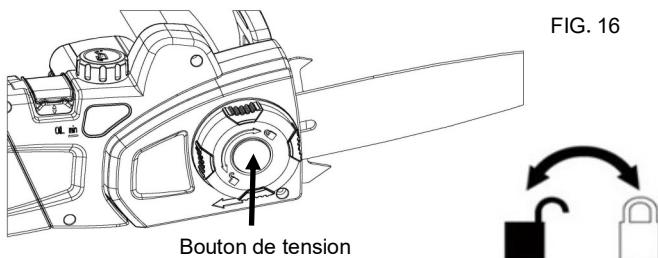

FIG. 16
12. Remettre le couvercle de chaîne en place. Serrer en tournant le bouton dans le sens horaire mais en permettant au guide de se déplacer pour le réglage de la tension. Eliminer le mou de la chaîne en tournant son tendeur dans le sens horaire jusqu'à ce qu'elle soit fermement en place contre le guide, avec les maillons d'entraînement dans la gorge. (Fig. 16)